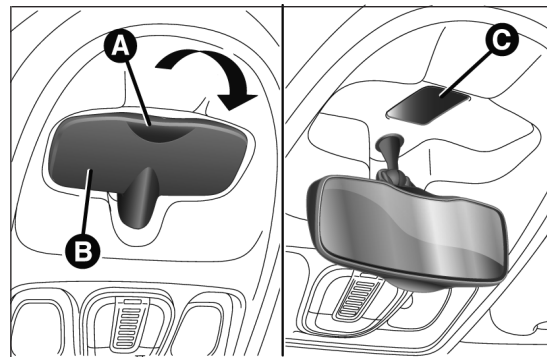

fig. 194
- dévisser la vis et retirer le bouchon C fig. 194 de revêtement de la fixation ;